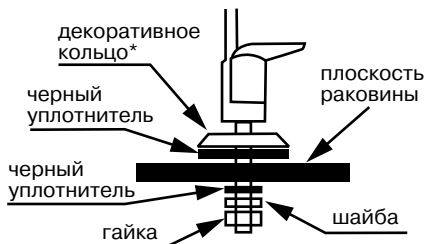

Рис. 4
Монтаж крана чистой воды* производите согласно рис. 4. Мы рекомендуем не затягивать гайку крана до завершения монтажа и проверки работоспособности системы, чтобы была возможность убедиться в отсутствии подтекания воды в месте соединения корпуса крана и резьбовой трубки. В комплекте с краном чистой воды для герметизации соединения с трубкой может поставляться набор деталей для подключения, либо кран может иметь в своем составе быстроразъемный коннектор. На рис. 5а, б, в приведены способы подключения трубки к крану чистой воды.
2. Откройте кран подачи воды (B).
3. Откройте кран чистой воды (A).
5. Через 2-3 минуты закройте кран чистой воды (A). Система готова к эксплуатации.
7. Убедитесь в отсутствии протечки внизу корпуса крана чистой воды, затяните гайку крана (см. рис. 4).